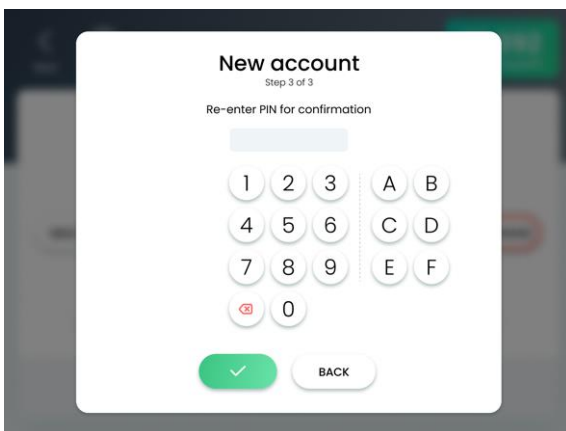

Figure 6-5. Écran New Account (Nouveau compte) (étape 3 sur 3)
- Appuyez sur le bouton **Confirm** (Confirmer) ; l'écran New Account (Nouveau compte) (étape 2 sur 3) apparaît, comme illustré à la Figure 6-5.